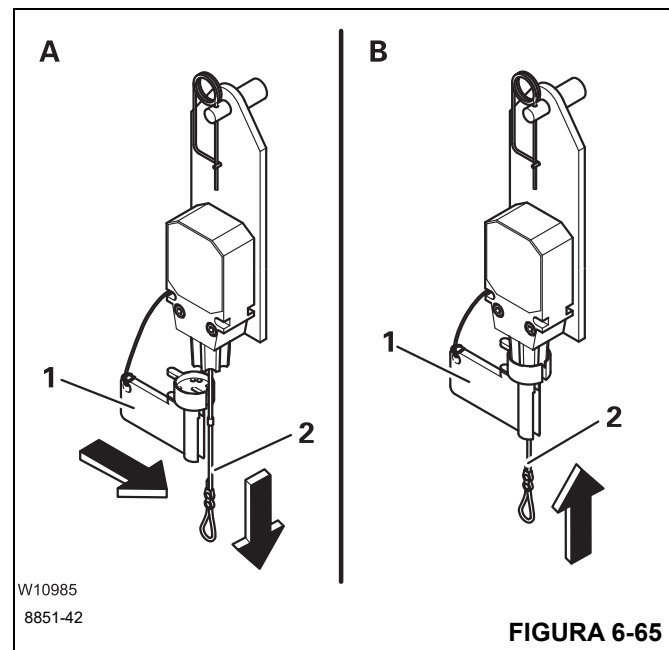

FIGURA 6-65
- (A), (Figura 6-65) – Retire la tapa (1).
- Tire el cable hacia abajo (2); el interruptor de prevención del contacto entre bloques se activa.
- (A), (Figura 6-65) – Asegure el cable (2) en esta posición utilizando la tapa (1).